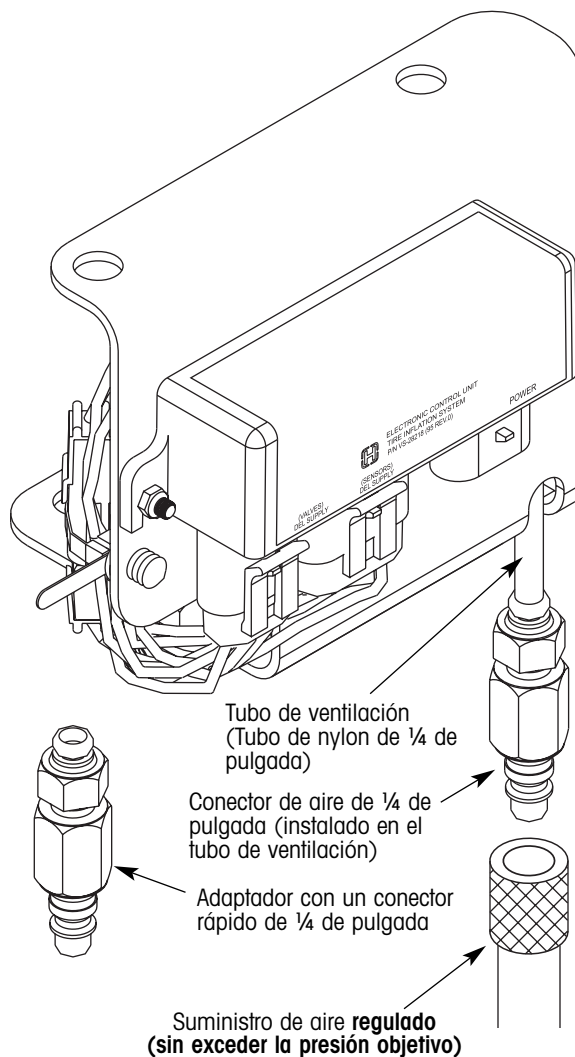

Figura 7. Presurizando manualmente el sistema para verificar fugas de aire
2. Conecte el conector de aire con el conector rápido de 1/4 de pulgada al tubo de ventilación en la válvula solenoide de suministro (figura 7).